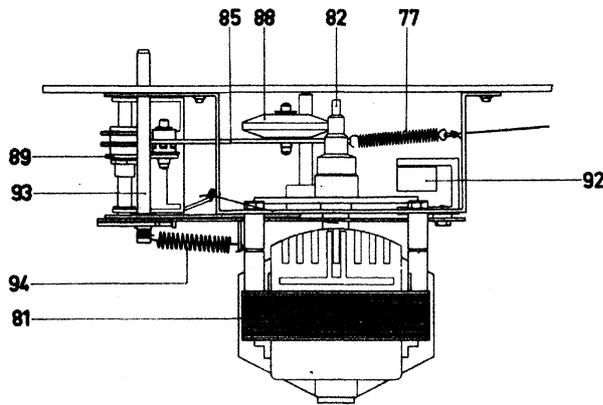

Abb. 2
Die Höhenlage des Reibrades (88) zur Stufenwelle kann durch leichtes Verbiegen des Reibradträgers (85) eingestellt werden. Bei größerer Abweichung ist zwischen Einstellträger (89) und Reibradträger eine Scheibe (1 mm) zu legen. Dabei ist zu beachten, daß die Reibradachse zur Antriebsrolle parallel stehen muß (Abb.2).